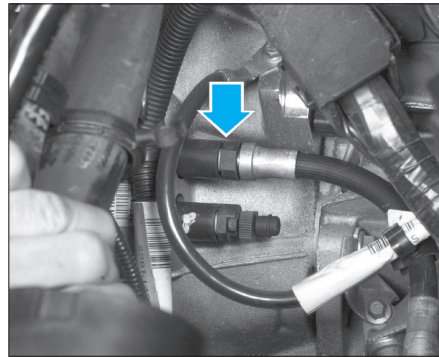

Fig. 7
- Dégrafer la canalisation du cylindre récepteur de la commande d'embrayage (Fig.7).